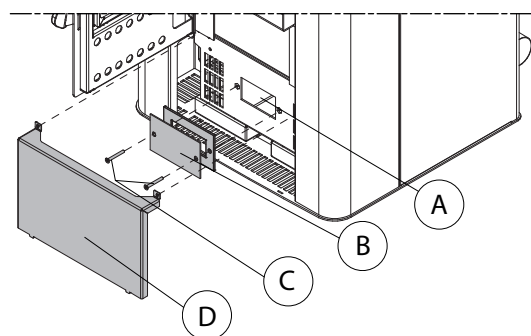

Fig. 6.1.2
- pour un accès facile au ventilateur (A) il suffit d'enlever le couvercle (D) et le cache (B) avec son joint en agissant sur les deux vis (C) (Fig. 6.1.2)